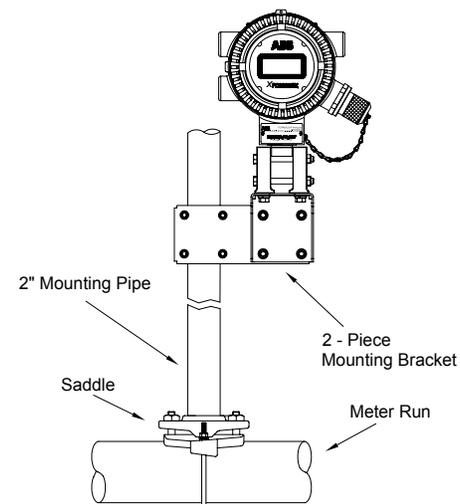
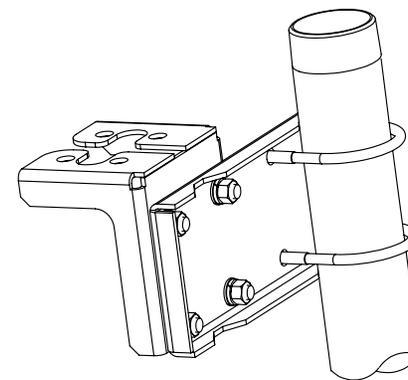
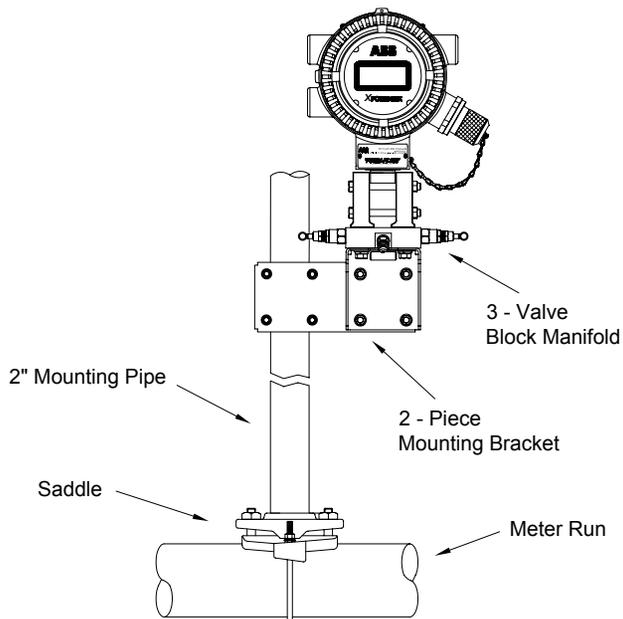

Рис. 1 (Типовая установка)
Рис. 2 (Монтажный комплект для боковой установки, деталь № 210193)
Рис. 3 (Типовая установка блочного коллектора)
3. Установите опору для устройства 6200EX (седло для трубопровода, кронштейн для непосредственной установки, отдельная труба и т.д.). При установке трубы на контрольном участке трубопровода следует использовать монтажный комплект с седлом, как показано на рис. 1. В зависимости от размеров контрольного участка трубопровода доступны для приобретения монтажные седельные комплекты различных размеров. При установке устройства 6200EX на трубе следует использовать монтажный комплект с 2-элементным кронштейном (деталь № 210193), как показано на рис. 2. С помощью двух С-образных скоб присоедините монтажный кронштейн для боковой установки к трубе диаметром 50,8 мм, а затем присоедините монтажный кронштейн устройства 6200EX с установленным оборудованием. Устройство 6200EX может находиться с любой стороны трубы, в зависимости от того, как установлен монтажный кронштейн для боковой установки (см. рис. 1). Для предотвращения заедания резьбы используйте силиконовый аэрозоль или тефлоновую ленту.
4. Способ установки устройства 6200EX с помощью монтажного комплекта с кронштейном зависит от использования раздельного или блочного коллектора. В случае использования раздельного коллектора следует установить устройство 6200EX непосредственно на кронштейн, как показано на рис. 1, а затем с помощью винтов прикрепить трубки раздельного коллектора к нижней части датчика устройства 6200EX. В случае использования блочного коллектора поместите коллектор между датчиком устройства 6200EX и верхней частью кронштейна, как показано на рис. 3. Блочные коллекторы, показанные на рис. 3, можно устанавливать с помощью четырех болтов, вставленных сквозь нижнюю часть кронштейна и коллектор в резьбовые отверстия датчика устройства 6200EX. Для блочных коллекторов больших размеров с фланцами сверху и снизу требуется отдельное оборудование для соединения такого коллектора с датчиком устройства 6200EX и последующей установки на монтажный кронштейн. Не забудьте